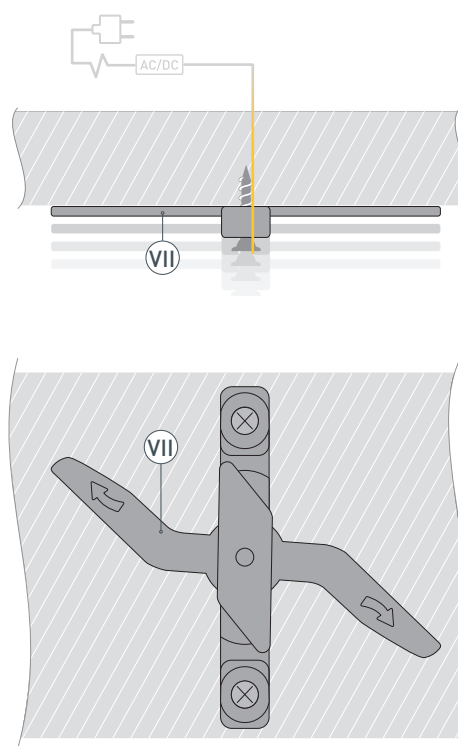

Рис. 1. Вид снизу
- 1** / Закрепите держатель ⑦ на поверхности с помощью шурупов. Положение поворотных частей держателя должно быть как на рис. 1. Выведите кабель от блока питания для светодиодной ленты.